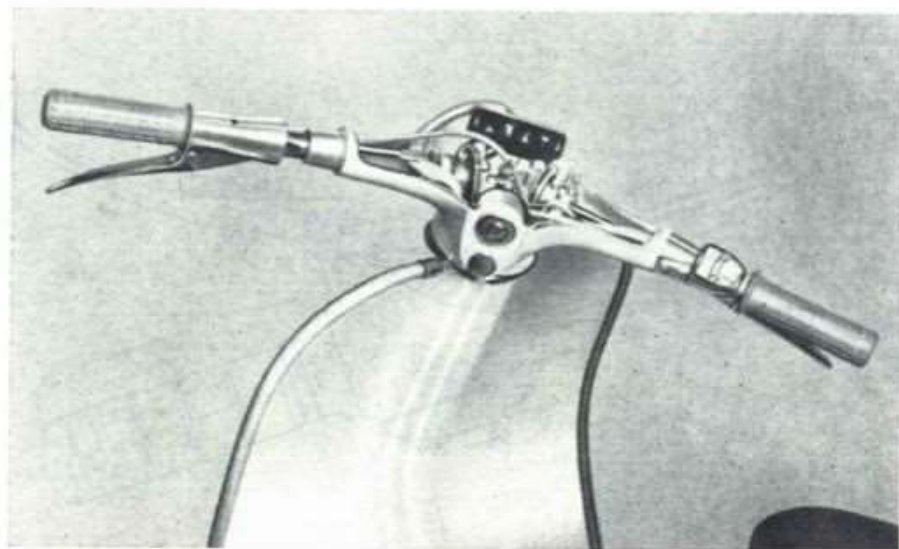

Fig. 33
- 42 Alzare la parte superiore del corpo del manubrio di quel tanto che basta per raggiungere e svitare la ghiera che ferma il rinvio del tachimetro al corpo del tachimetro stesso. Sfilare l'innesto del rinvio, sfilare la spina del cavo della lampadina di illuminazione del tachimetro dalla morsetteria fissa liberando così la parte superiore del corpo del manubrio. Si può ora smontare anche il tachimetro svitando le 3 viti che lo fissano dal di sotto - vedi fig. 33.